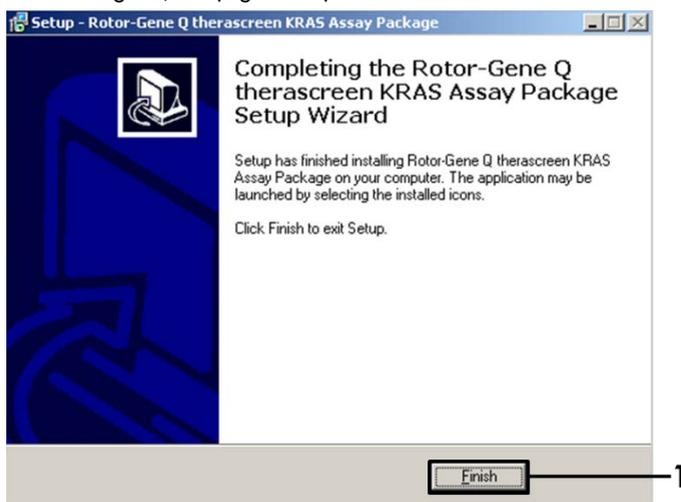

Figura 41. Concluindo o assistente.
6. Na janela Setup (Configuração) final, clique em Finish (Concluir) para sair do assistente de configuração. (Figura 41).